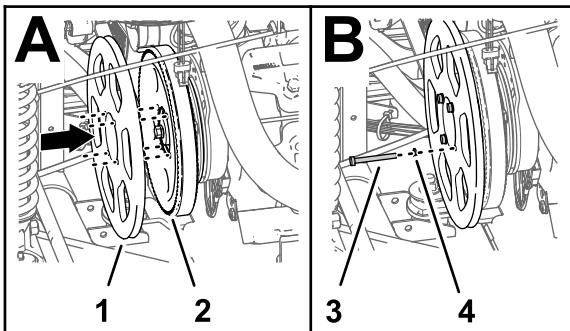

Figure 182
4. Alignez les trous de la poulie d'alternateur (kit) et les trous de la poulie de la pompe de pulvérisation (Figure 182).